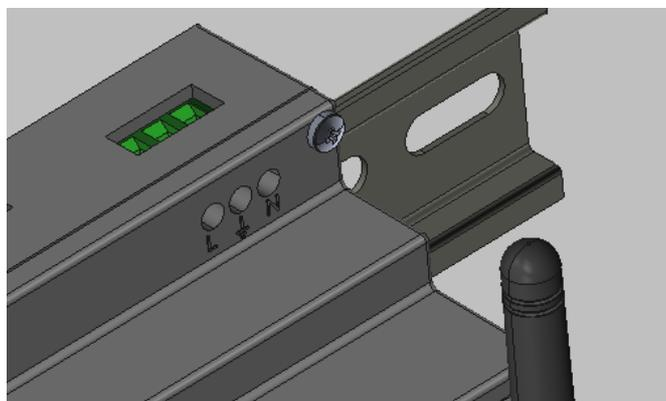

Abbildung 7 - Klemmenleiste mit 3 Pins
- 2) Das AC-Stromkabel unter Einhaltung der angeführten Angaben an der Klemmenleiste mit 3 Pins anschließen (Abbildung 7).